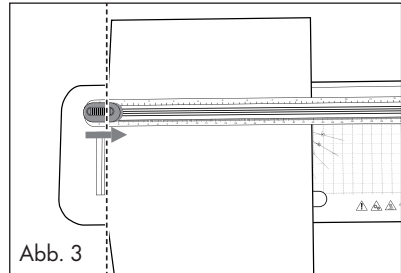

Abb. 3
- 3) Gebruik de markeringen op de snijlijnaal **3** om het papier / de folie nauwkeurig uit te lijnen wanneer u het materiaal bijv. korter wilt maken of schuin wilt afsnijden (zie afb. 3 en 4).